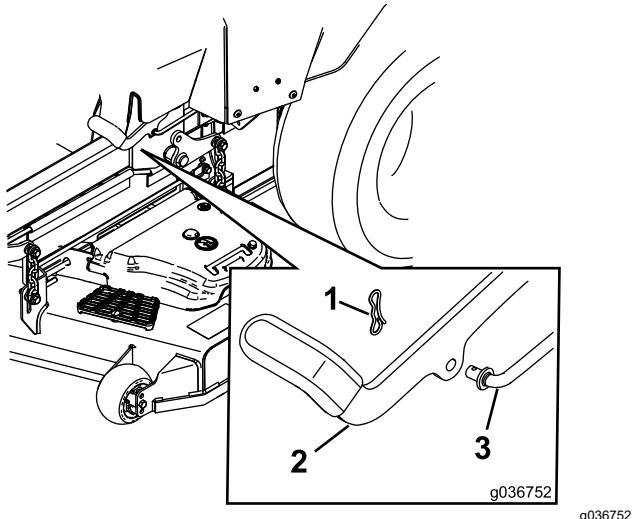

Figura 51
6. Si es necesario un ajuste, quite el freno de estacionamiento. Retire el pasador del eje del acoplamiento del freno (Figura 51).